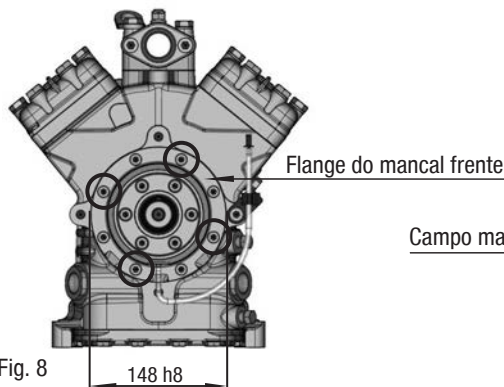

Fig. 8
- O flange do mancal dianteiro possui um assentamento otimizado $\varnothing 148 \text{ h8}$ (ver. fig. 8) para a aceitação do campo magnético do acoplamento eletromagnético.
- Para a montagem do campo magnético, soltar 4 parafusos de cabeça cilíndrica M8 no flange do mancal (ver. fig. 8).